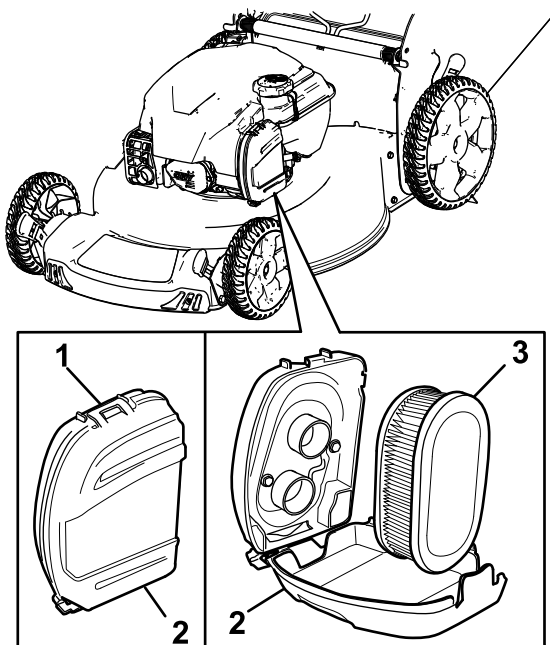

Figure 28
1. Déclipsez le haut du couvercle du filtre à air (Figure 28).
2. Déposez le filtre à air (Figure 28).